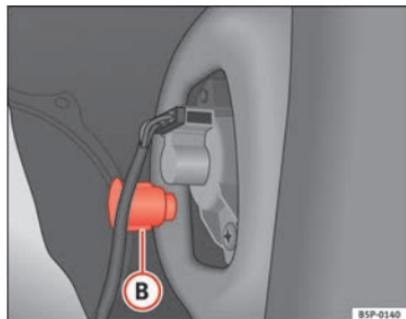

Fig. 197 Luz de población/freno
- Desenrosque la pieza de plástico ⇒ fig. 197 (B) que fija el piloto. Para iniciar el giro puede servirle de ayuda insertar un destornillador en dicha pieza.